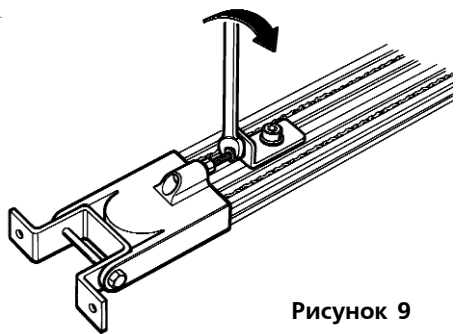

Рисунок 9
8. Слегка подтянуть цепь (рис.9);